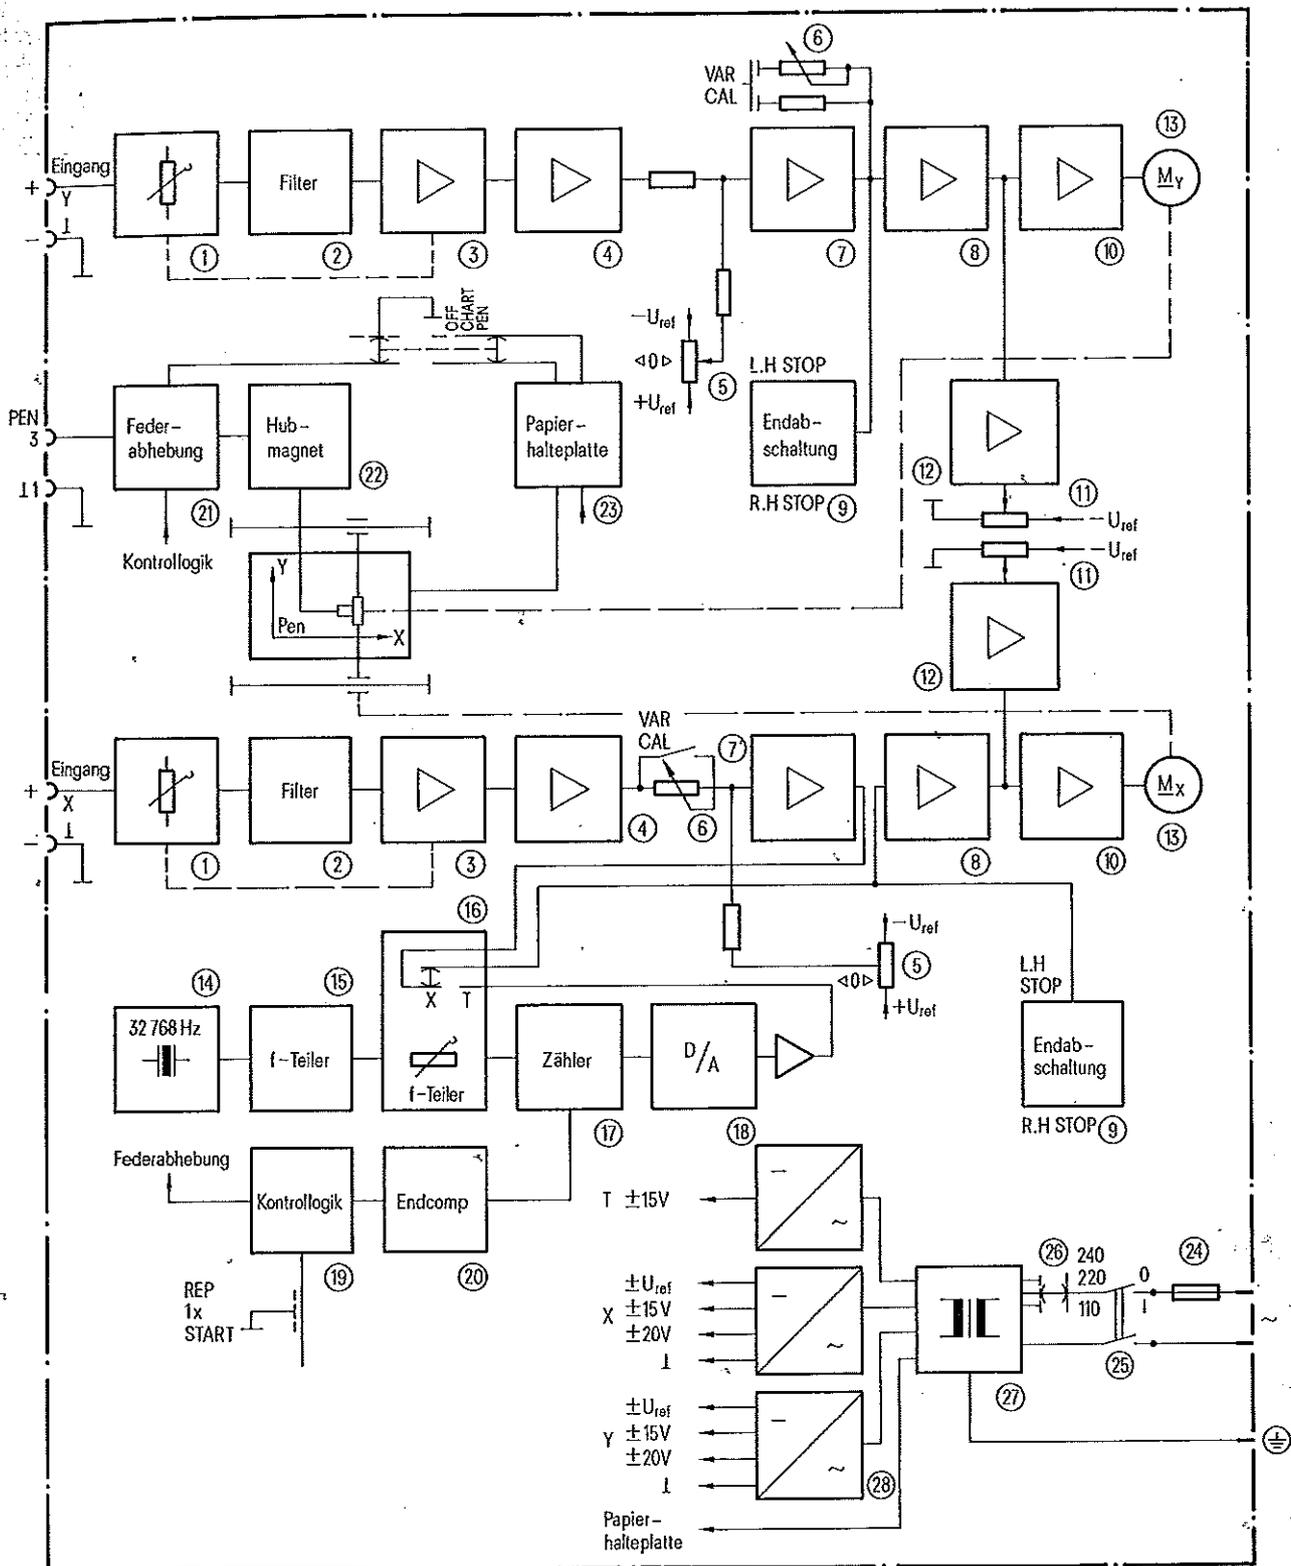

Bild 2 Blockschaltbild (dargestellt mit Meßeinsätzen 1)
3.2 Beschreibung des Blockschaltbildes (Bild 2)